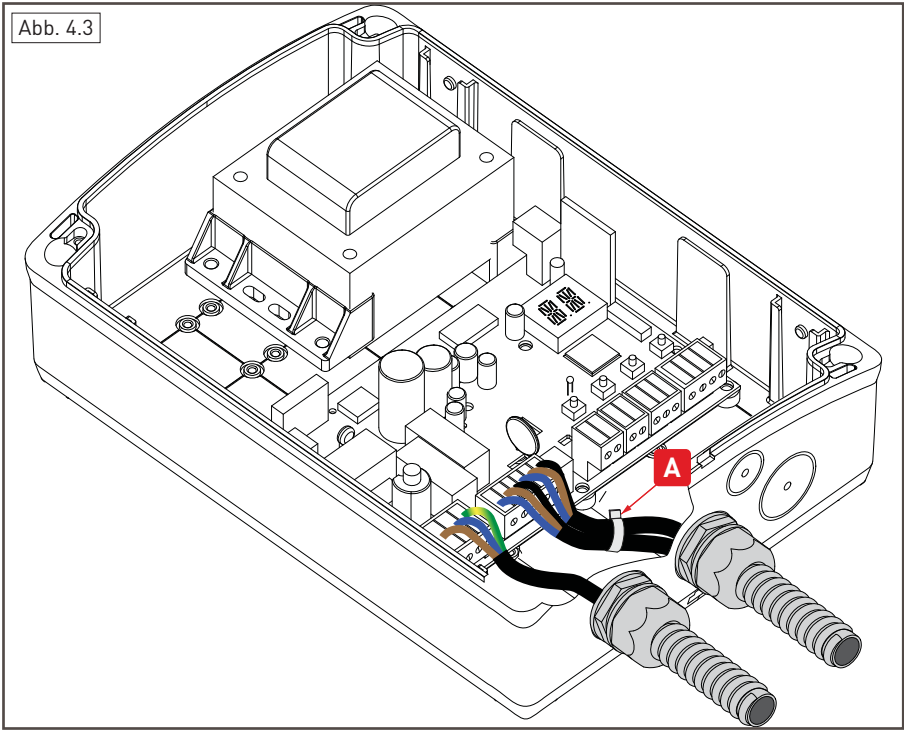

Abb. 4.4
- Falls erforderlich die Druckscharniere, am Gehäuseboden und an der Abdeckung, wahlweise auf der rechten oder linken Seite montieren (Abb. 4.4, Seite 8).